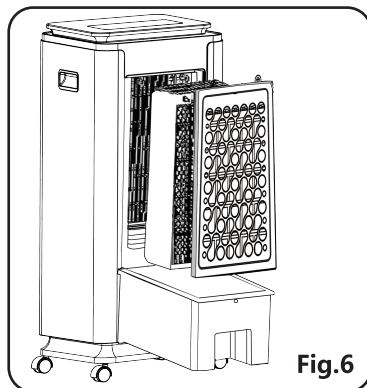

Fig.6
7. Nettoyez régulièrement la grille arrière et le filtre en dévissant la grille et en les retirant. Ceux-ci doivent être nettoyés dans une solution savonneuse douce, puis mis à sécher avant d' être placés. (Fig.6)